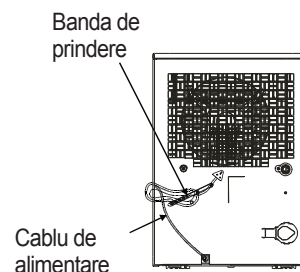

Fig. 16
- Adunați cablul și prindeți-l cu banda de prindere (vedeți Fig 16).